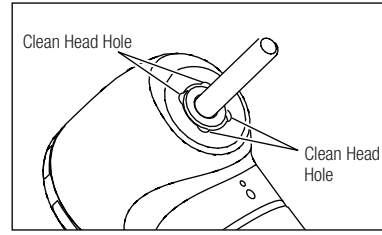

Fig. 7
- 1) Partikülleri ve debrisleri temiz kafa girişlerinden çıkartınız. (Fig. 7).